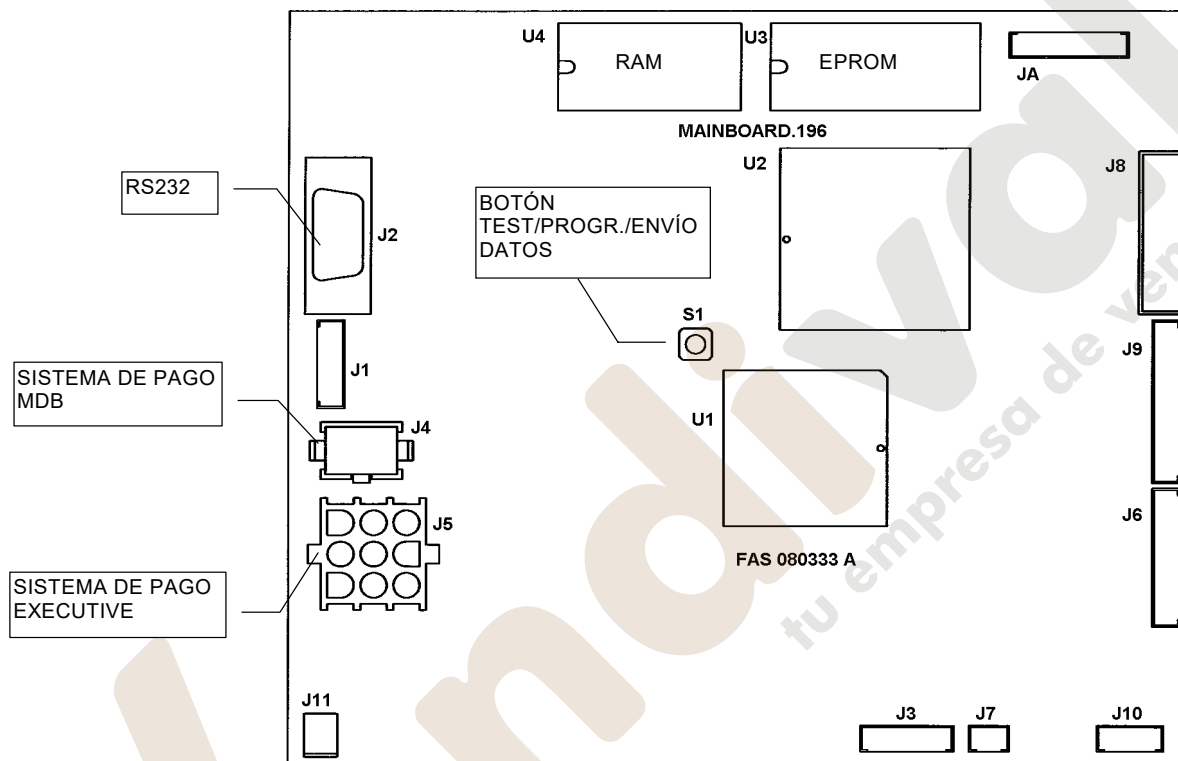

FIG. 4
Al encender el distribuidor, sobre el display aparece escrito "INIT" seguido por "memory cleared" si la memoria no contiene datos, o bien, si los datos contenidos no son confiables. La misma condición se alcanza cuando se ejecuta el mando "cancela memoria", o bien, en el caso en que la memoria se haya estropeado. Oprimiendo el pulsador FIG. 4 situado en la ficha electrónica principal en el interior de la caja para fichas, la memoria será automáticamente restablecida con los valores preestablecidos descritos en la sección dedicada a las instrucciones. Luego la máquina iniciará automáticamente una serie de tests, al final de los cuales, si todo está en orden, entrará en funcionamiento. En caso contrario, el distribuidor quedará bloqueado y sobre el display se visualizará el número del test que corresponde con la parte donde se ha verificado el mal o nulo funcionamiento.
**TEST 00:** indica un problema de comunicación entre la ficha electrónica principal y la ficha de potencia. Verificar en ese caso la conexión serial (J1) entre la ficha principal (FIG. 4) y la ficha de potencia (J4), o bien, verificar que ambas fichas estén alimentadas; en particular, cuando la ficha de potencia está alimentada, sobre el display montado sobre la ficha misma, presenta un punto de luz intermitente.
Es posible realizar también una prueba de funcionalidad del distribuidor, para tal fin es necesario encender el distribuidor y oprimir el pulsador test (FIG. 4) situado sobre la ficha electrónica principal, la máquina entrará en la modalidad de venta libre y en el display aparecerá el mensaje "**Venta libre**", si todo va bien, de otra manera se visualiza la selección: fuera de servicio. Para restablecer la selección, apretar el pulsador respectivo. Si el problema persiste, aparecerá escrito el mensaje indicante el tipo de avería. A partir de ese momento es posible probar el ciclo de venta de la máquina por cada una de las selecciones, mientras que sobre el display aparecerán los mensajes relativos a eventuales anomalías que se hubiesen verificado
durante la prueba. Para entrar nuevamente en el modo de funcionamiento normal, basta oprimir nuevamente el pulsador FIG. 4 situado sobre la ficha principal.